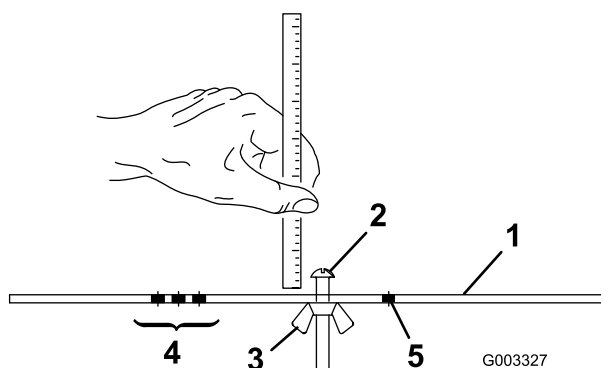

Figura 17
- Afloje la tuerca de la barra de ajuste (Figura 17) y ajuste el tornillo para la altura de corte deseada. La distancia entre la parte inferior de la cabeza del tornillo y la cara de la barra es la altura de corte.